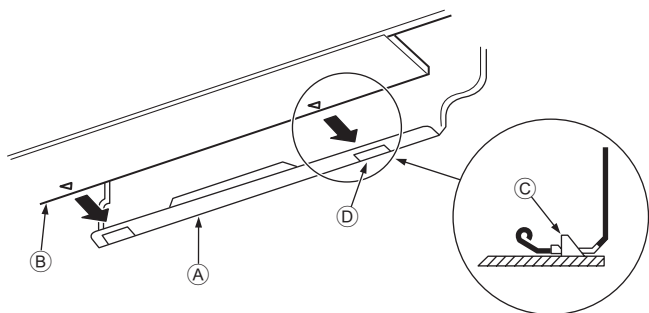

Fig. 3-10
3. Вставляючи трубу холодоагенту та дренажний шланг у пробитий в стіні отвір (гільзу-проходку для стіни), підвісьте верх внутрішнього блока на монтажну плату ①.
5. Закріпіть внутрішній блок, штовхаючи його нижню частину в монтажну плату ①. (Fig. 3-10)